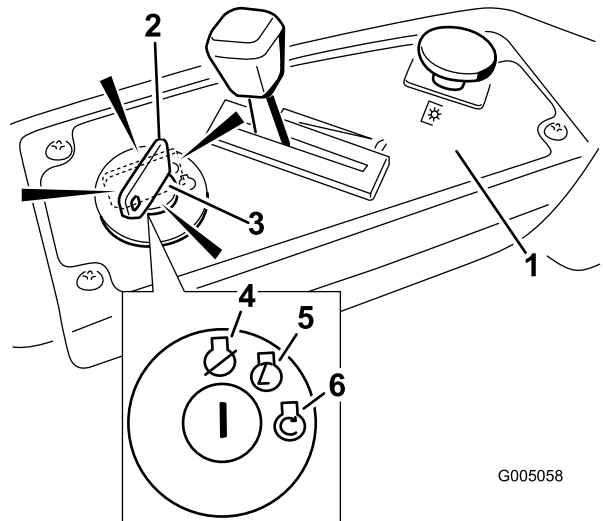

Figura 12
- Gire la llave de contacto a Arranque para activar el motor de arranque. Cuando el motor arranque, suelte la llave (Figura 12).
2. Ponga el acelerador a un punto entre Rápido y velocidad media (Figura 12).